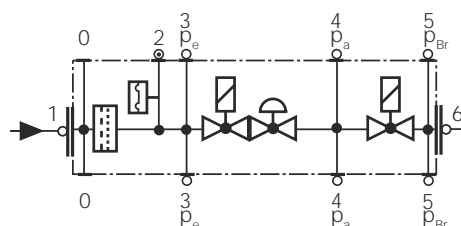

Fig. 42
- Cambiar el filtro cuando Δp entre las tomas de presión 1 y 3 sea > 10 mbar (Fig. 42).
- Cambiar el filtro cuando Δp entre las tomas de presión 1 y 3 (Fig. 42) sea dos veces mayor que el valor registrado durante el último control.